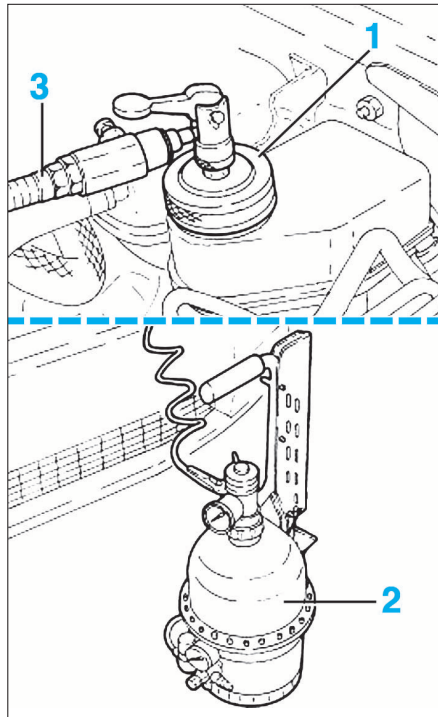

FIG. 10
- Retirer le bouchon du réservoir de compensation des freins et visser l'adaptateur (1) de l'appareil (2) à la place (Fig.10).
- Brancher la canalisation (3) de pression de l'appareil de purge (2) sur l'adaptateur.